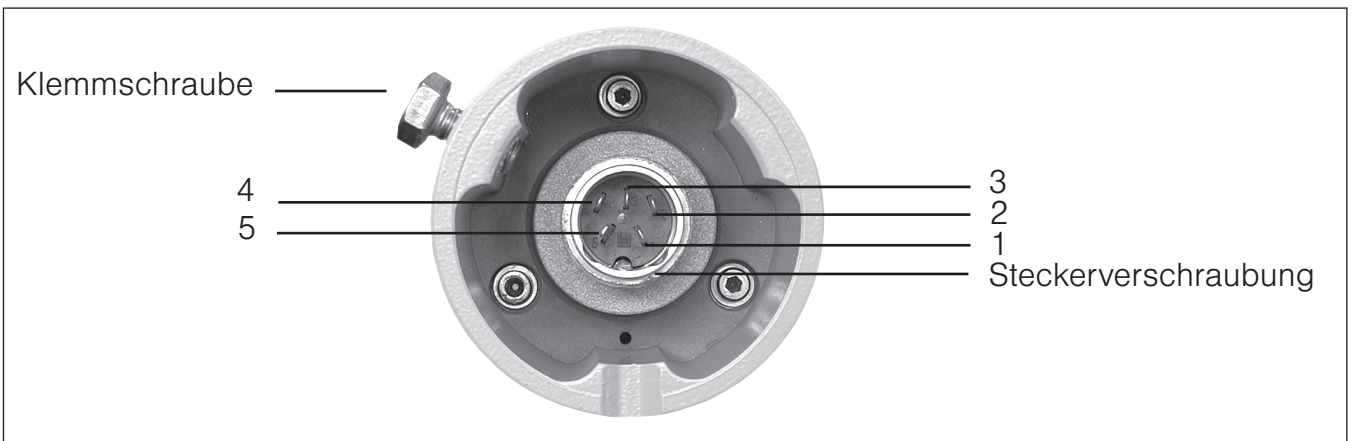

Abb. 4 Ansicht von unten: Kontakt kennzeichnung
- Befestigen Sie den Messwertgeber mit den Klemmschrauben (Abb. 4) auf dem Standrohr.